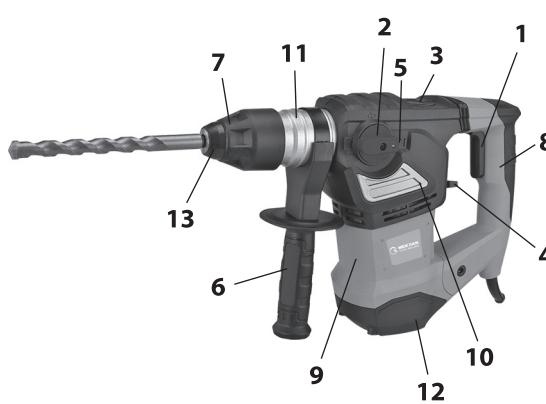

рис.1
1.6 Общий вид перфоратора схематично представлен на рис. 1
1.7 Перфоратор состоит из вертикально расположенного коллекторного двигателя в пластиковом корпусе (рис.1 поз.9) и металлического редуктора с кривошипно-шатунным механизмом (рис.1 поз.10). Крутящий момент с якоря электродвигателя через систему шестерён, передаётся на вал с патроном SDS – plus (рис.1 поз.7), расположенный перпендикулярно оси двигателя. Кривошипно-шатунный механизм приводит в действие ударный узел перфоратора. На корпусе редуктора, со стороны рукоятки (рис.1 поз.8), расположен переклю-
чатель режимов (рис.1 поз.4) «сверление с ударом» - «сверление».
В зависимости от вида выполняемой работы, в патрон SDS – plus вставляется необходимая насадка (пика, долото, сверло) с соответствующим хвостовиком, или переходник SDS-plus/сверлильный патрон для установки сверлильного патрона, если необходимо работать в режиме «сверление». Дополнительная рукоятка (рис.1 поз.6) хомутом крепится на корпусе ствола (рис.1 поз.11). Фиксируется, закручиванием рукоятки по часовой стрелке, в любом положении (от 0° до 360°), что удобно пользователю, как «правше», так и «левше».
1.8 Клавиша выключателя (рис.1 поз.1) расположена в передней части рукоятки, крепящейся к корпусу двигателя – нижней частью и к корпусу редуктора – верхней частью. Включение/отключение инструмента осуществляется нажатием/отпусканем клавиши выключателя.
Сверху, на корпусе редуктора расположено окно смазки редуктора, закрытое крышкой (рис.1 поз.3). Перед каждым использованием инструмента, ключом (входит в комплект поставки) отвернуть крышку, проверить наличие смазки на кривошипно-шатунном механизме, при необходимости добавить из ёмкости, входящей в комплект.
Слева на корпусе редуктора расположен переключатель режимов работы (рис.1 поз.2). Он фиксируется в одном из двух положений, отмеченных символами: «сверло с молотком» - сверление с ударом, «молоток» - долбление (без вращения). Нажав фиксатор (рис.1 поз.5) в торце ручки переключателя, поворотом ручки со стрелкой, совместить с нужным символом. Достигнув нужного положения, фиксатор возвращается в исходное положение, закрепляя ручку в выбранном положении.
На редукторе, ниже клавиши выключателя, находится переключатель режимов работы (рис.1 поз.4) с двумя фиксированными положениями: «сверло с молотком» - сверление с ударом и «сверло» - сверление.
При замене рабочих насадок следите за тем, чтобы колпачок (рис.1 поз.13), защищающий патрон от попадания пыли, не был повреждён.
2.2.2 Установка дополнительной рукоятки: вращением рукоятки (вокруг своей оси) против часовой стрелки, ослабить хомут; установить хомут на цилиндрическую часть корпуса ствола (рис.1 поз.11); повернув рукоятку в нужное положение, зафиксировать хомут и вращением рукоятки по часовой стрелке.
2.2.4 Переключение режимов работы: при работе в режиме сверление без удара, переключатель (рис.1 поз.4) установить в положении «сверло», а переключатель (рис.1 поз.2) в положении «сверло с молотком». При этом режиме перфоратор может работать с патроном SDS – plus, но, как правило, устанавливается ключевой патрон; при работе в режиме сверление с ударом, переключатель (рис.1 поз.4) в положении «сверло с молотком», и переключатель (рис.1 поз.2) в положении «сверло с молотком»; при работе в режиме долбление, переключатель (рис.1 поз.4) в положении «сверло с молотком», а переключатель (рис.1 поз.2) в положении «молоток».